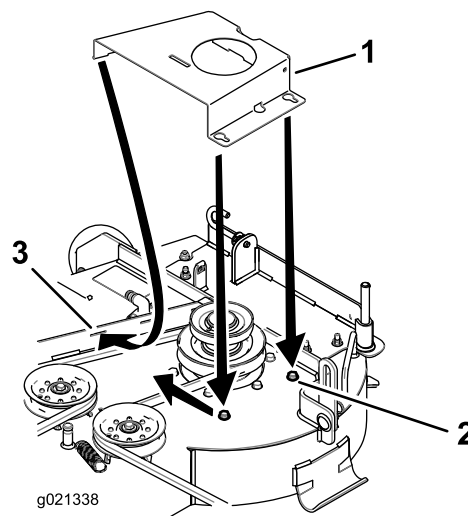

Figura 9
7. Deslice la cubierta metálica de la correa hacia adelante hasta que las pestañas delanteras encajen en las ranuras y las cabezas de los pernos entren en las ranuras (Figura 9).
4. En las máquinas con controles en la cubierta de la correa (Figura 3), instale los pernos utilizados para el soporte. Consulte la Figura 9 para usar las cabezas de los pernos en la nueva cubierta de la correa de metal.